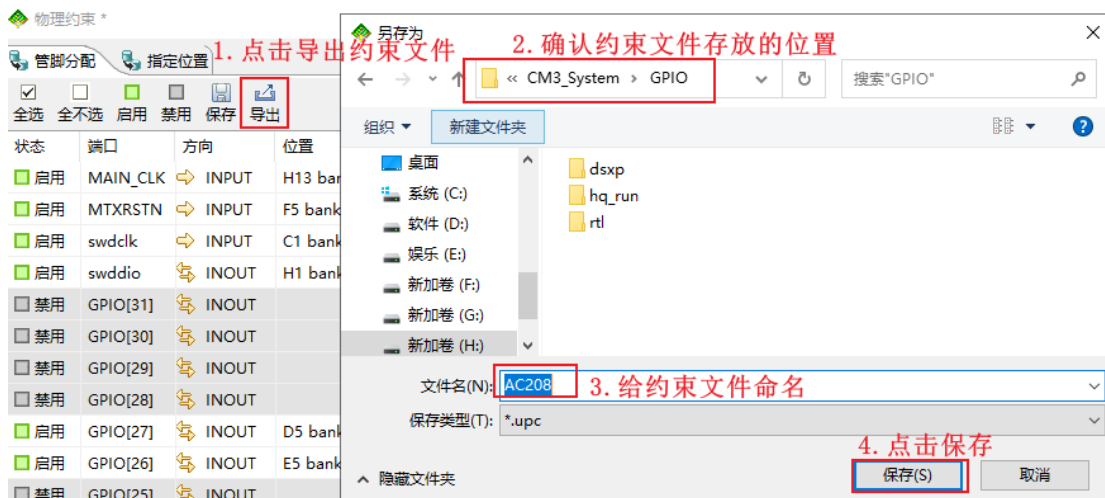

图 1.12 导出引脚约束文件
4. 引脚添加完成之后，先别保存，点击上方的导出按钮，导出引脚约束文件，然后选择约束文件存放位置，并给约束文件命名，如下图 1.12 所示。